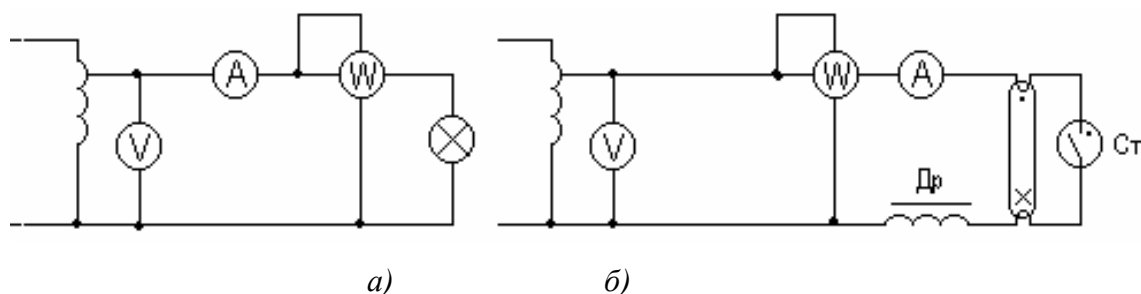

Рис.1. Схема дослідження ламп:
2. Вивчаючи будову лампи розжарення, знайти відповідні деталі на малюнку і на самій лампі. Скласти електричне коло для дослідження параметрів лампи розжарення за схемою, зображеною на рис. 1а. Після перевірки викладачем зібраного кола, увімкнути напругу. Збільшуючи регулятором величину напруги від $U=0,5U_n$ до значень $U=1,1U_n$, записати покази приладів для 5 значень.
3. Повторити таке ж завдання для люмінесцентної, енергозберігаючої та світлодіодної ламп відповідно схемі, зображених на рис. 1б.